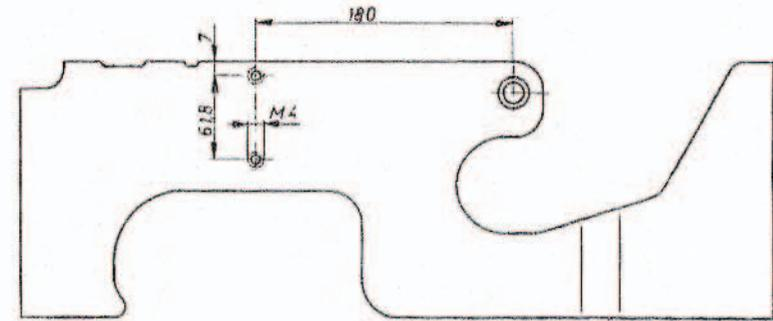

Abb. 36
1. Den Sockel der Maschine gemäß der Abbildung 36 mit zwei M 4-Gewindebohrungen versehen.